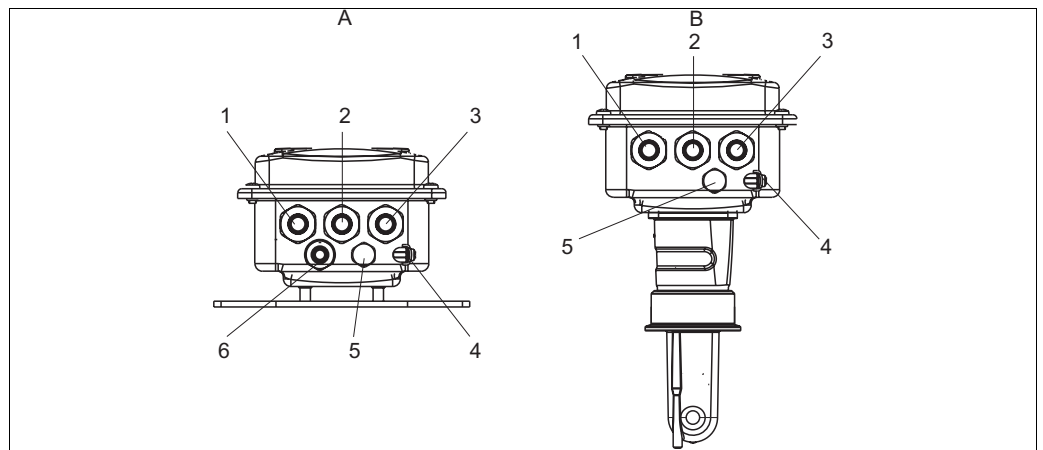

Fig. 19: Asignación de terminales de los prensaestopas en el Smartec S CLD134
3. Pase los cables por los prensaestopas para introducirlos en la caja conforme a la asignación de terminales ilustrada en la Fig. 19.